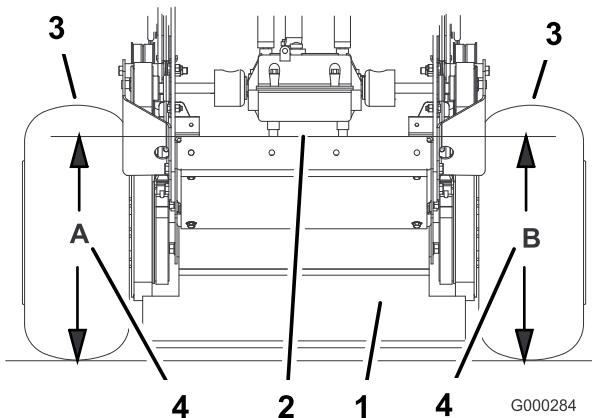

Figure 61
5. Mesurez la hauteur du plancher moteur au point **B** (Figure 61).